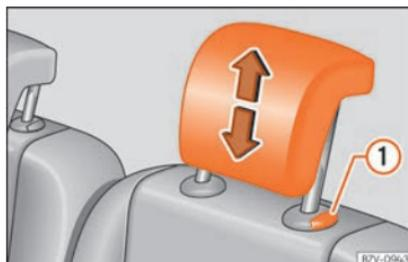

Fig. 155 Réglage de l'appuie-tête de la deuxième ou troisième rangée de sièges.
- Relevez l'appuie-tête dans le sens de la flèche ou abaissez-le »» **fig. 154** ou »» **fig. 155**  en appuyant sur le bouton »»  **au chapitre Démontez et montez des appuie-tête à la page 162.**